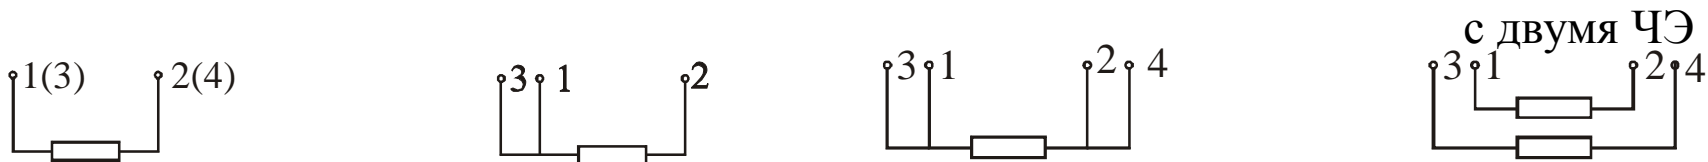
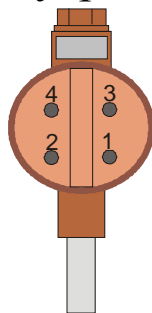

Рисунок 1 – Схемы внутренних соединений ТС с ЧЭ
Рисунок 2 – Расположение клемм в контактной колодке
6.2 Произведите подключение ТС к вторичному преобразователю с учетом схемы подключения ЧЭ (см. рис. 1, рис. 2). При монтаже внешних связей необходимо обеспечить надежный контакт проводников для подключения ТС.